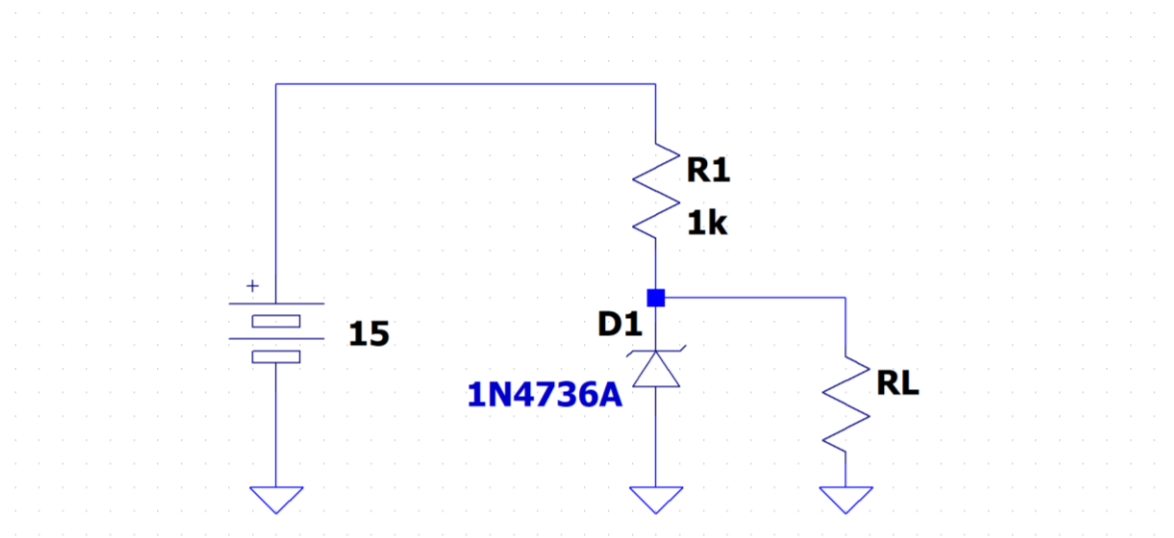

Figura 6. Circuito para experimento 4 [7].
2. Construir el circuito que se muestra en la Figura 6. Mida el voltaje a través de la resistencia R_L para $R_L = 10\text{k}\Omega$, $R_L = 1.0\text{k}\Omega$ y $R_L = 100\ \Omega$. **[PREGUNTA ¿Cuáles son los valores de corriente que fluyen a través del diodo Zener para cada uno de estos tres valores de resistencia?]**
3. Calcular el valor de R_L en la Figura 6 para el cual el diodo Zener ya no proporcionará regulación de voltaje. Verificar su cálculo experimentalmente. **[PREGUNTA Explicar por qué el Zener deja de regular para ciertos valores de R_L . Sugerencia: piense en "divisor de voltaje" o "divisor de corriente".]**